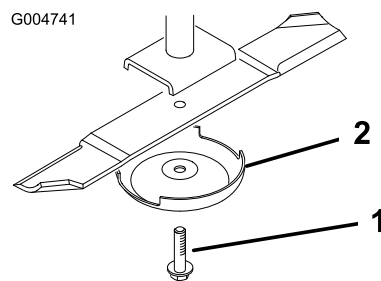

Figure 87
2. Tenez la lame à son extrémité avec un chiffon ou un gant épais. Enlevez le boulon, la coupelle de protection et la lame de l'axe de pivot (Figure 87).